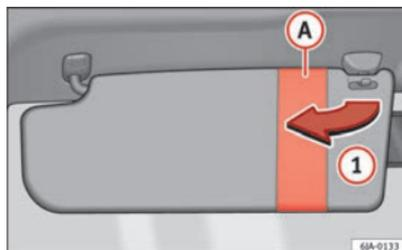
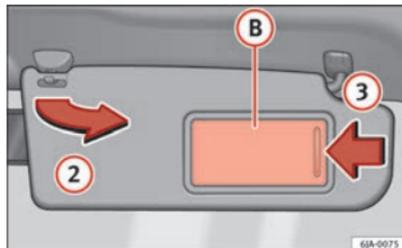

Fig. 63 Pare-soleil du conducteur
Fig. 64 Pare-soleil passager
Vous pouvez retirer les pare-soleil côté conducteur et passager de leur fixation au centre du véhicule pour les faire pivoter vers les portes dans le sens de la flèche ① ⇒ fig. 63 et ② ⇒ fig. 64 respectivement.
Le pare-soleil passager est équipé d'un miroir de courtoisie ② avec un cache. Le cache s'ouvre en le faisant glisser dans le sens de la flèche ③ ⇒ fig. 64.